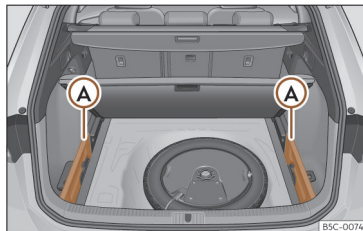

Fig. 177 En el maletero: alojamiento para guardar la bandeja enrollable.
- Extraiga las tapas izquierda y derecha >>> **fig. 177 A**.